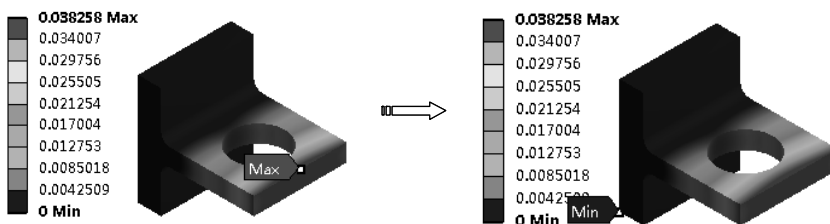

图 4-50 最大值和最小值
(6) 最大值和最小值 单击相应的按钮，显示分析结果的最大值和最小值，如图 4-50 所示。